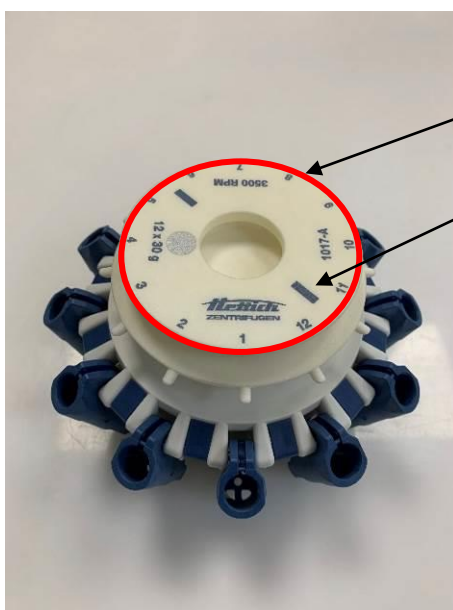

Fig. 7.6
1. Sujete el rotor por la zona del asa (Fig. 7.6, n.º 1) y coloque el rotor sobre el eje del motor.
2. Alinee las marcas (Fig. 7.6, n.º 2) de la parte superior del rotor con las ranuras del eje del motor.